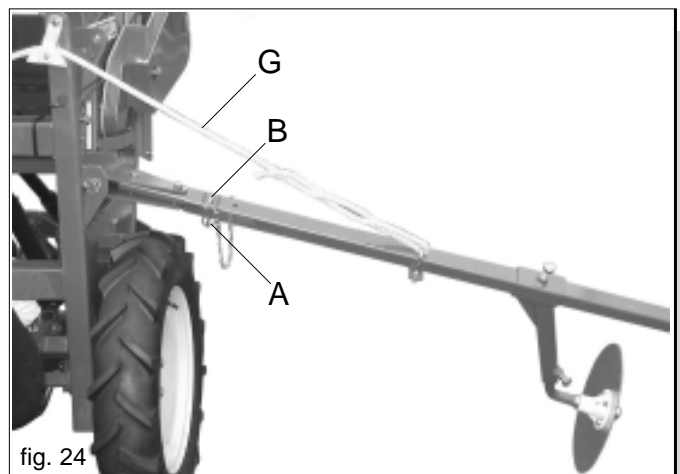

fig. 24
**Registrare la lunghezza delle funi in modo tale che durante il lavoro rimangano tese (G Fig. 24) . Durante il trasporto bloccare in posizione verticale i bracci marcaffile con la copiglia e la spina (A, B) indicate in Figura 23.**